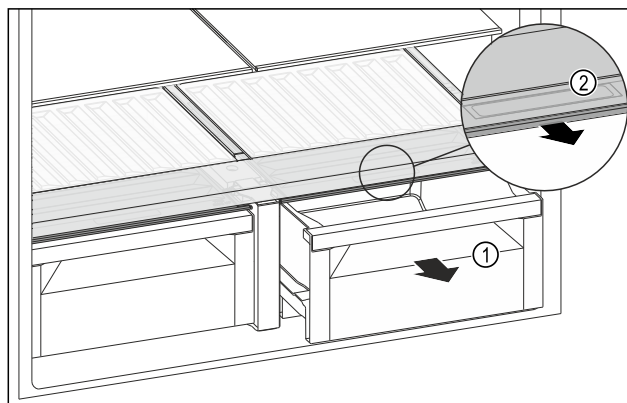

Fig. 127
- Wyciągnąć szufladę Fig. 127 (1).
- Chwycić uchwyt wpuszczany Fig. 127 (2) na pokrywie komory i pociągnąć pokrywę jednocześnie do przodu.